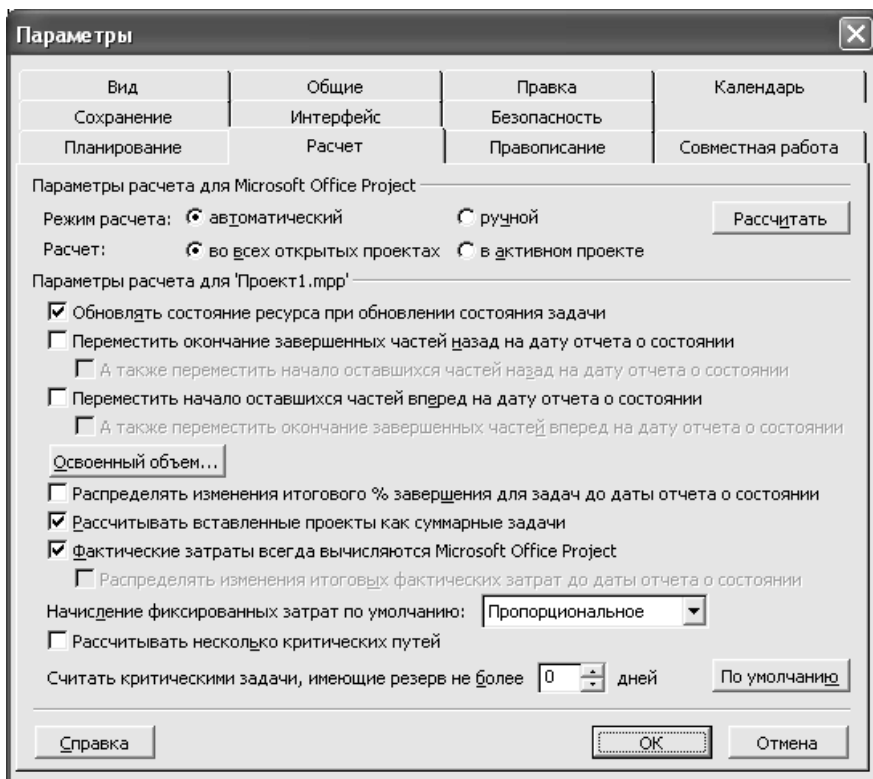

Рис. 18. Параметри відображення налаштування критичних шляхів
3. Переведіть перемикач **Розраховувати декілька критичних шляхів** (рис. 18).